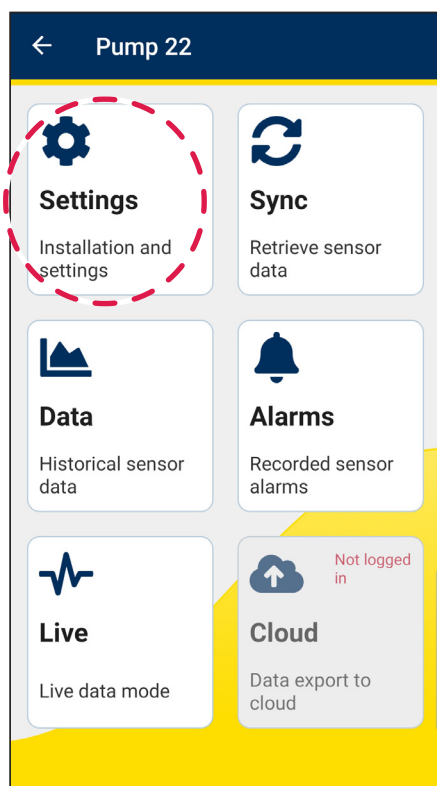

Abbildung 50
1. Rufen Sie die Seite **Einstellungen** auf (siehe Abbildung 50).